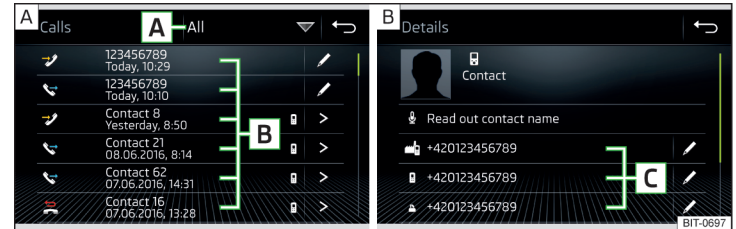

Abb. 199 Anrufliste / Kontaktdetail
- › Im Hauptmenü *Telefon* die Funktionsfläche antippen, es wird eine Anrufliste angezeigt » Abb. 199 - **A**.
- > Anzeige des Kontaktdetails » Abb. 199 - **B**